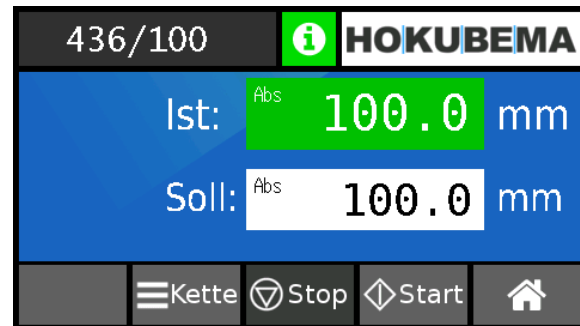

Abbildung 29: Position erreicht im Absolut-Modus
- Das Feld „Ist:“ wechselt auf grün, sobald die Zielposition „Soll:“ erreicht ist (siehe ⇒ Abbildung 29).